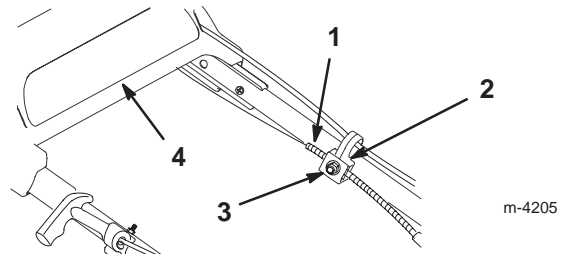

Bild 25
3. Lockern Sie die Mutter am Bowdenzug (Bild 25).
5. Wenn der obere Griff so weit wie möglich nach hinten gedrückt ist, und das Antriebsteil nach unten gehalten wird, ziehen Sie den Bowdenzugmantel nach unten (zum Rasenmäher), bis der Zug stramm ist (Bild 25).
6. Ziehen Sie die Mutter an der Zugstütze fest (Bild 25).